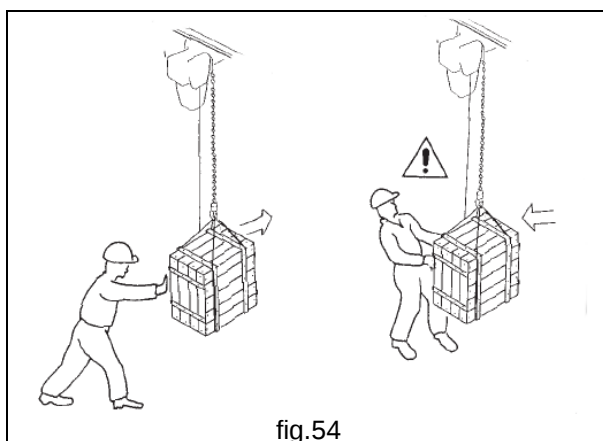

fig.54
- **Nelle manovre manuali di rotazione del braccio** l'operatore deve movimentare il carico spingendolo e mai trainandolo verso di sé, per evitare il rischio di schiacciamento ( fig.54 ).